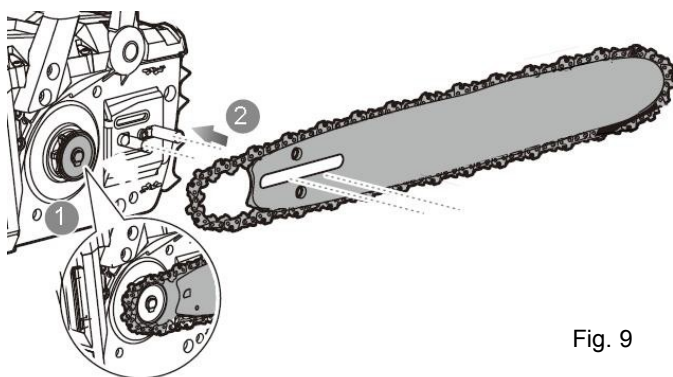

Fig. 9
- Ajuste la barra al ras contra la superficie de montaje para que la barra de botones en la ranura de la barra larga. (Fig. 9)